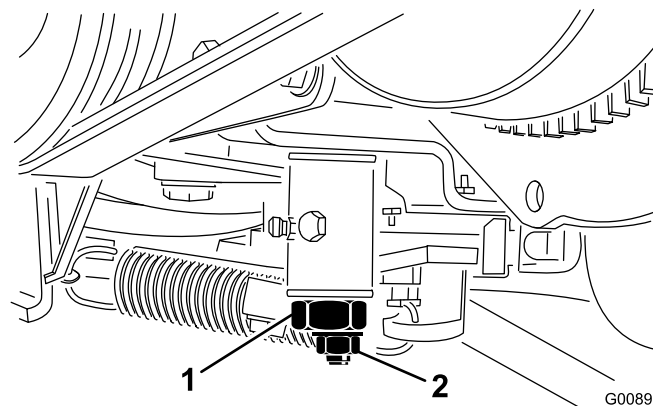

Figure 57
4. Desserrez le contre-écrou de la came de réglage de transmission (Figure 57).